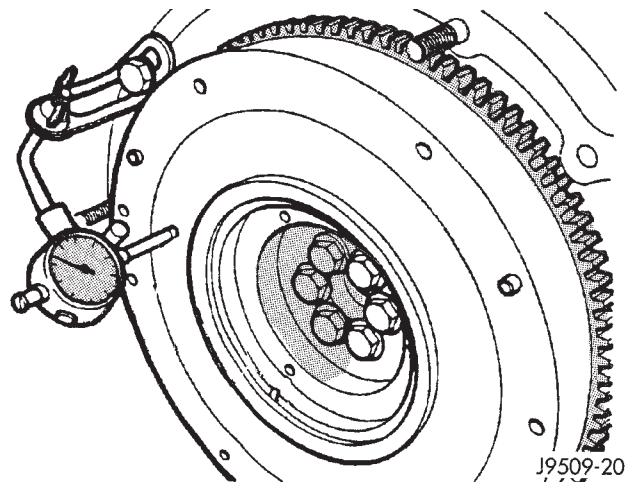

Abb. 58 Axialspiel der Kurbelwelle messen
(16) Zwei gegenüberliegende Schwungradschrauben eindrehen und mit 20 N·m (15 ft. lbs.) plus 60° anziehen.
(17) Meßuhr am Motorblock anbringen.
(18) Kurbelwelle bis zum Anschlag nach vorn schieben und Meßuhr auf Null stellen.
(19) Kurbelwelle bis zum Anschlag nach hinten schieben und Meßuhr ablesen.
(20) Das Axialspiel der Kurbelwelle muß 0,153 bis 0,304 mm (0,0060 bis 0,0119 Zoll) betragen.
(21) Axialspiel durch passend gewählte Anlaufscheiben auf Sollwert bringen.
(22) Meßuhr und Schwungrad abbauen.
(23) Die Hälften der geteilten Anlaufscheibe schmieren und in das hintere Hauptlagergehäuse einpassen.
(24) Die Paßflächen am Ende der Kurbelwelle und am Schwungrad müssen sauber und trocken sein. O-Ring in Schwungradnut einlegen.
(25) Zum Nachprüfen des Axialspiels zwei gegenüberliegende Schwungradschrauben eindrehen und mit 20 N·m plus 60° (15 ft. lbs. plus 60°) anziehen.
(26) Axialspiel der Kurbelwelle mit Meßuhr prüfen. Das Axialspiel muß im Bereich 0,153 bis 0,304 mm (0,0060 bis 0,0119 Zoll) liegen (Abb. 58).
(27) Schwungrad an Kurbelwelle anbauen. NEUE Schrauben leicht einölen und eindrehen. Schrauben über Kreuz mit 20 N·m (15 ft. lbs.) anziehen. Anschließend kontrollieren, ob alle Schrauben mit 20 N·m (15 ft. lbs.) angezogen sind. In einem weiteren Durchgang alle Schrauben ebenfalls über Kreuz um 60° +0-5° weiterdrehen. Zum Schluß muß das Anzugsmoment aller Schrauben 130 N·m betragen.